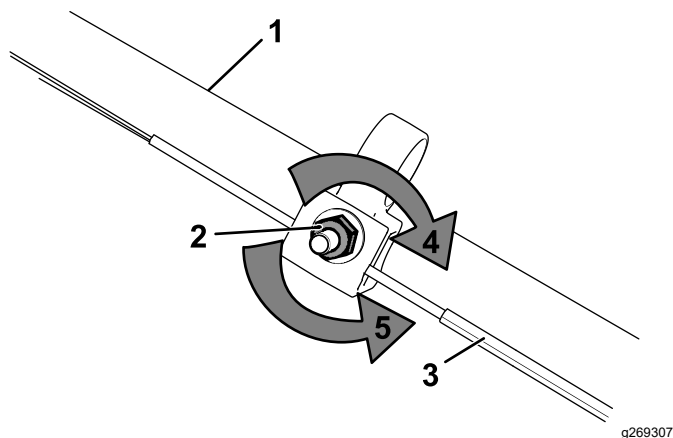

Figura 31
- Regolate la tensione del cavo (Figura 31) tirandolo indietro o spingendolo in avanti e mantenendo quella posizione.